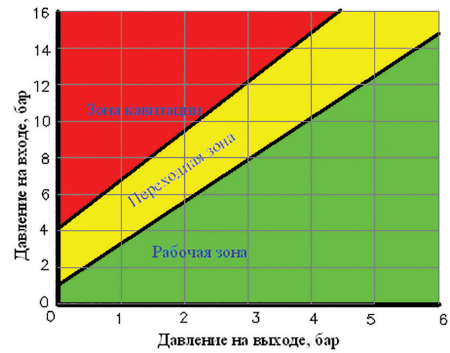

Рис. 5
- 9.3. Граничное условие 2:** соотношение давления на входе и на выходе регулятора должно быть таким, чтобы попадать в рабочую или переходную зону графика кавитации (рис. 5). В случае нарушения этого условия седло регулятора будет подвергаться кавитационному разрушению.